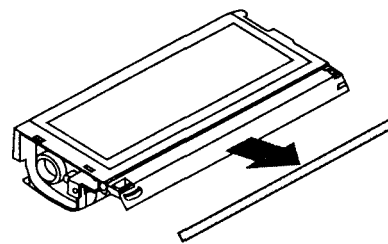

Рис. 7.9
5. Удалите лезвие (рис. 7.9) вместе с остатками клеящей основы.